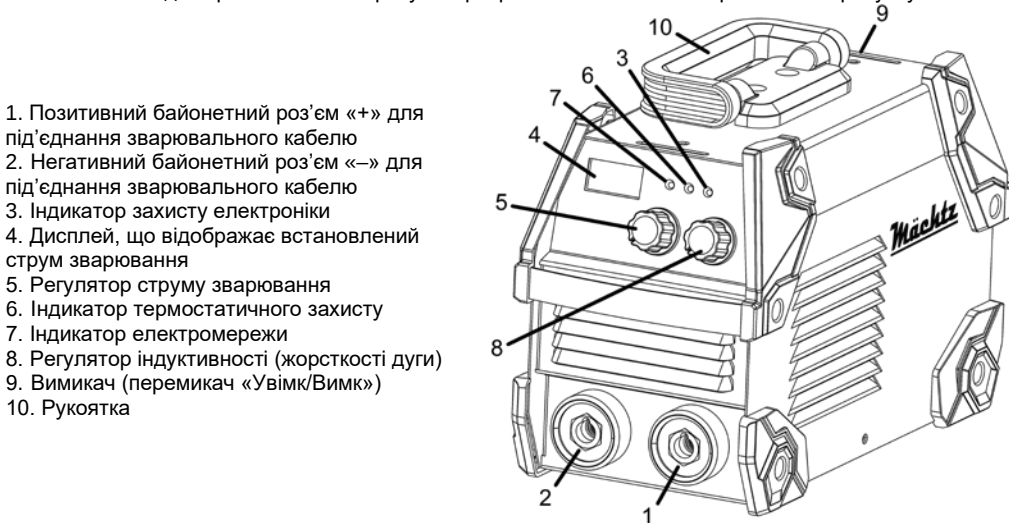

Рисунок 1
- Перевірте справність байонетних роз'ємів (1 та 2, рисунок 1), затискачів електродотримача та «маси».
- Переконайтеся, що мережевий вимикач (9, рисунок 1) (перемикач «Увімк/Вимк») знаходиться в положенні «Вимкнено» (OFF).
- Увімкніть апарат мережевим вимикачем (9, рисунок 1), натиснувши клавішу збоку позначки «ОН».
- Після увімкнення системи примусового охолодження апарату (стане чути характерне гудіння), встановіть необхідну величину струму, поворотом рукоятки регулятора зварювального струму (5, рисунок 1).
Регулюйте зварювальний струм залежно від діаметра електрода, що використовується, та від типу зварювального шва. Значення обраного струму контролюйте за допомогою дисплея (4, рисунок 1). Допустимі струми зварювання основних типів електродів залежно від їх діаметру наведено в таблиці 2.
Налаштування жорсткості дуги для полегшення процесу зварювання виконується регулятором (8, рисунок 1). Коли струм малий, електрична дуга повинна бути жорсткою для зменшення переривань дуги. Коли зварювальний струм великий, електрична дуга повинна бути м'якою, щоб зменшити розбризкування.
УВАГА! У випадку автоматичного вимкнення виробу з причин спрацювання системи термозахисту, спалахне індикатор (6, рисунок 1). В цьому випадку не викидайте виріб, дайте йому можливість охолонути. Продовжити зварювальні роботи можна після згасання індикатора термозахисту через деякий час.